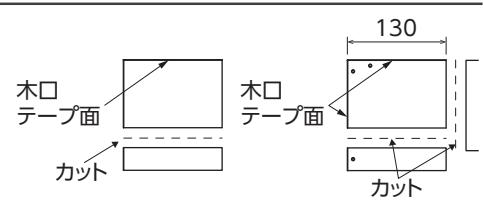

図4 前板の切断 図5 側板の切断
- ・キット前板: 「引出し背板」と同じ高さ寸法に切断します。(図4)